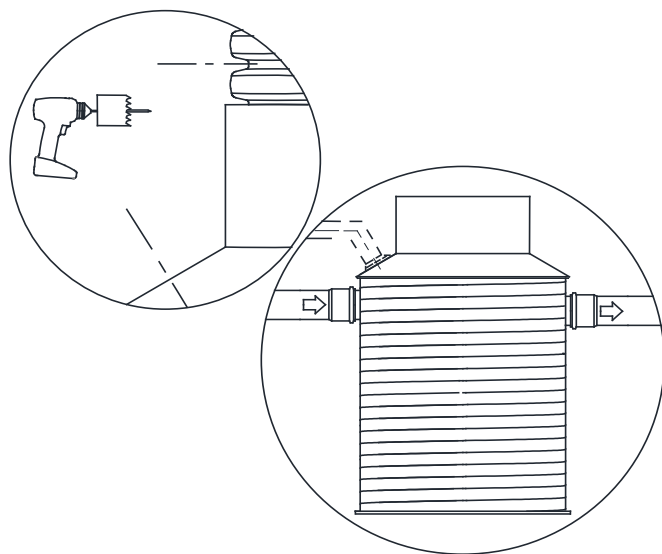

Bild 13. Borring av tänkta ventilationsanslutningar.
E. Vid behov att ventileras oljeavskiljaren på grund av gaser, borra ett hål på den övre konen eller stigarröret och använd en genomgående anbörningsring. (Bild 13.). De vanligaste ventilationsledningarna som används är DN110 och DN160.